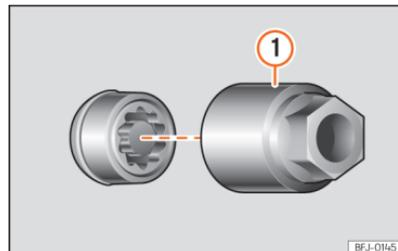

Fig. 225 Parafuso antirroubo com capa de proteção e adaptador.
- Encaixe o adaptador especial ») **Fig. 225 ①** (ferramenta de bordo ») **Página 318**) no parafuso antirroubo da roda até ao limite.